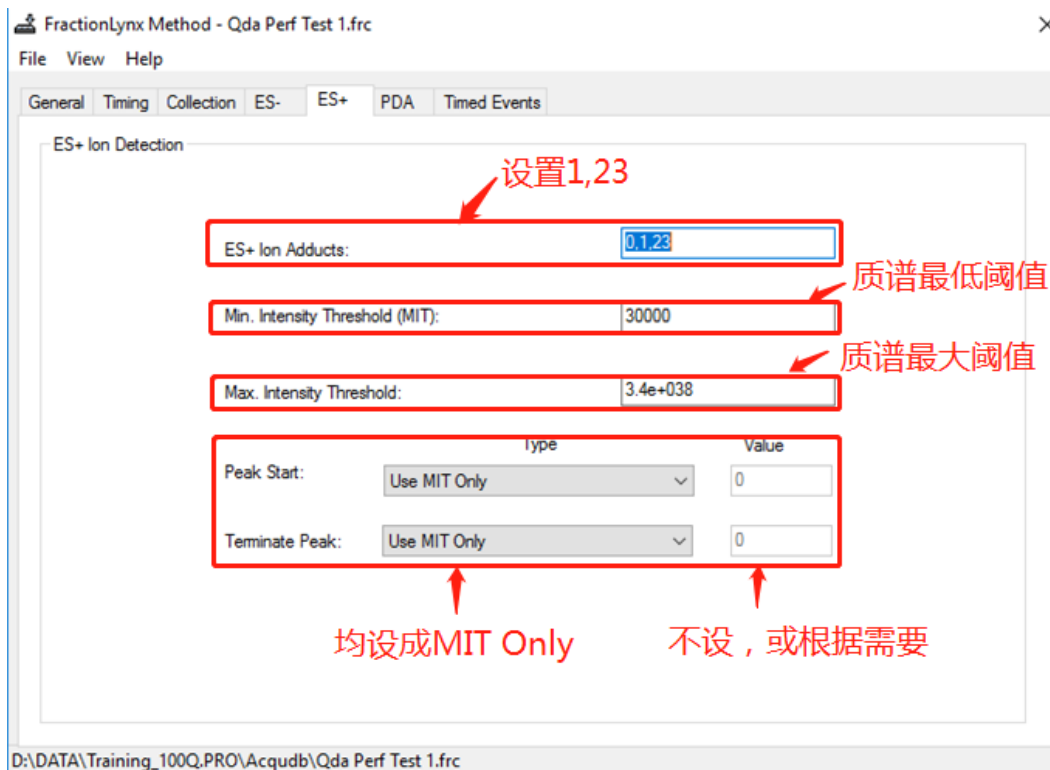

图6-42
Step6 设置ES+: 参见图6-42, MIT最低阈值设定方法, 参加Step4图39-41。